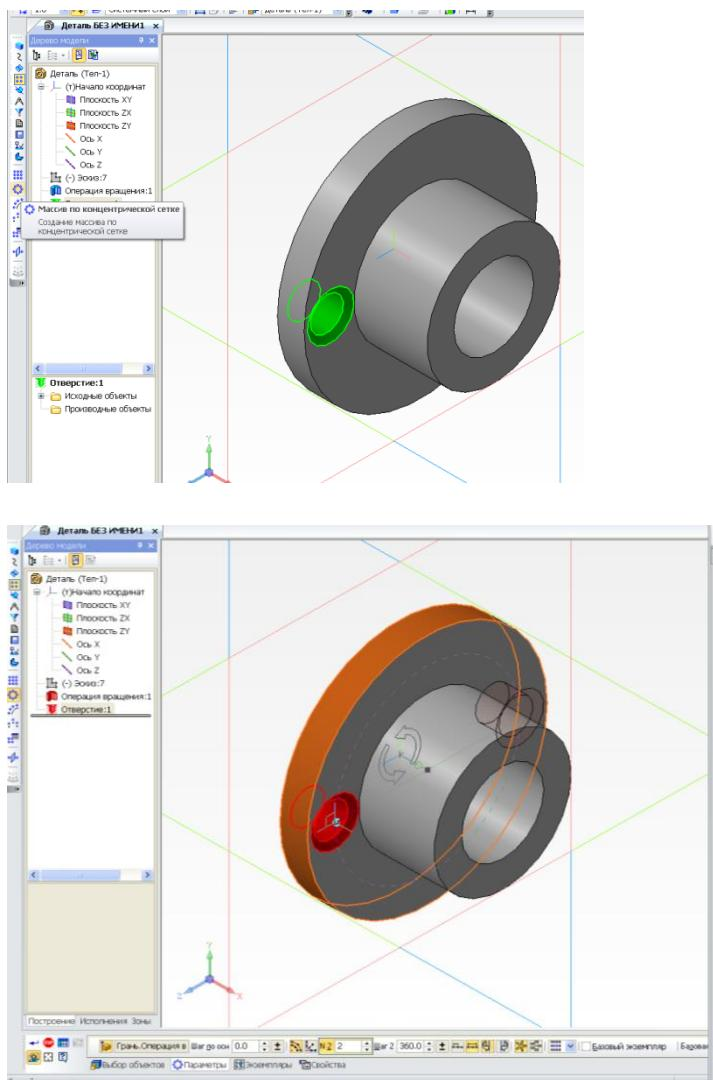

Рисунок 82.
6. Постройте симметричное данному отверстие (рисунок 82), вызовите команду «Массив по концентрической сетке». В дереве модели укажите элемент построения – отверстие. Задайте параметры. Создайте объект.